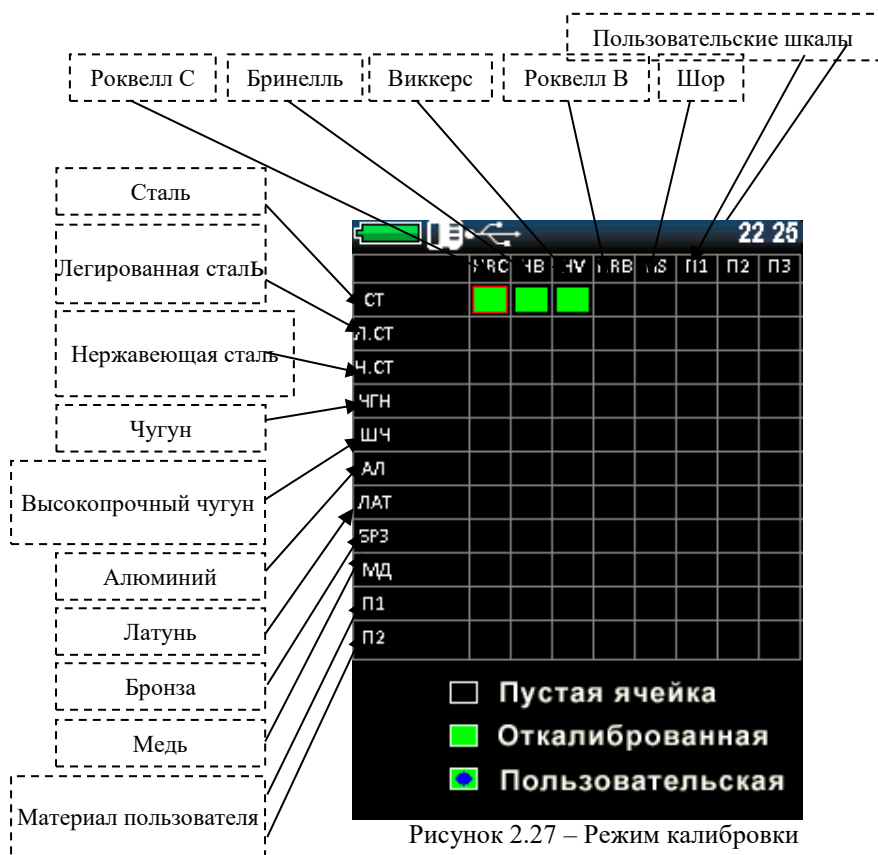

Рисунок 2.27 – Режим калибровки
1. Выберите в главном меню режим «КАЛИБРОВКА». Каждая ячейка таблицы соответствует определенной шкале калибровки для определенного материала (рис. 2.27). Все калибровки могут быть откалиброваны для любых материалов и любых шкал, и разделены таким образом только для систематизации набора калибровок.